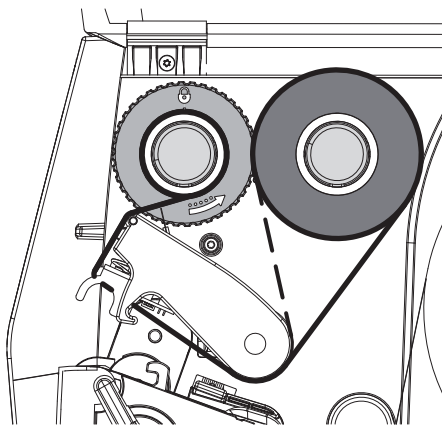

Figura 13 Alimentação da fita
5. Ajustar a posição do limitador de margem no rebobinador à largura do núcleo da fita (4) e deslizar o núcleo no rebobinador (2).
6. Guiar a fita através do módulo de impressão como mostrado na Figura 13.
► **Guiar a fita sobre o sensor de etiqueta (6).**
7. Fixar o início da fita com uma fita adesiva no centro do núcleo da fita (4). Prestar atenção à direção de rotação do cilindro rebobinador da fita no sentido anti-horário.
8. Girar o cilindro rebobinador (2) no sentido anti-horário para esticar a fita.